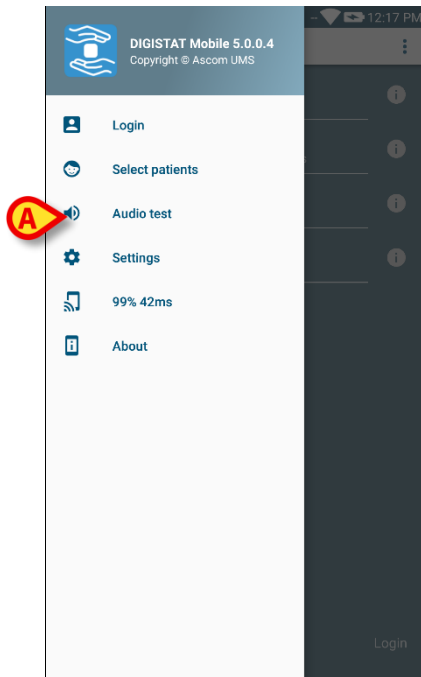

Fig 20
Se visualiza el siguiente menú (Fig 20).
- Tocar la opción **Prueba de audio** (Fig 20 **A**).